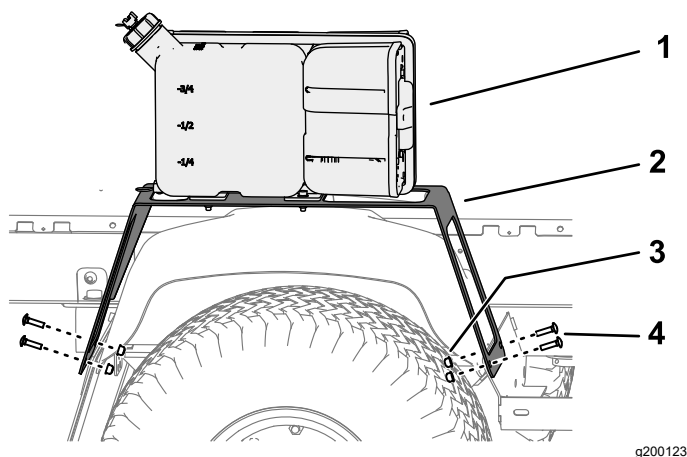

Figura 6
3. Allineate i fori nell'asta anteriore della staffa di supporto ai fori sul parafrangente e sulla relativa staffa (Figura 6).
4. Fissate la staffa di supporto alla staffa del parafrangente e al parafrangente con 2 bulloni a testa tonda (5/16" x 1 1/4") e 2 dadi di bloccaggio flangiati (5/16"), come illustrato nella Figura 6.
5. Allineate i fori nell'asta posteriore della staffa di supporto ai fori sulla protezione dagli schizzi, sul parafrangente e sulla relativa staffa (Figura 6).
6. Fissate la staffa di supporto alla protezione dagli schizzi, alla staffa del parafrangente e al parafrangente con 2 bulloni a testa tonda (5/16" x 1 1/4") e 2 dadi di bloccaggio flangiati (5/16"), come illustrato nella Figura 6.